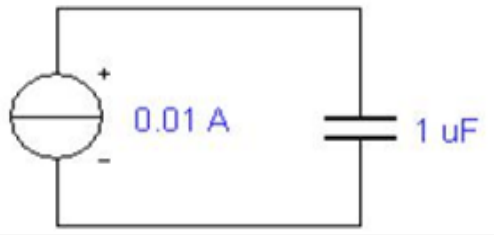

Рисунок 3.5.
9. На рис. 3.5 схема пристрою для зарядки конденсатора від ідеального джерела струму. Які обмеження накладаються на роботу пристрою. Визначити залежність, що існує між струмом та напругою на конденсаторі. Як в часі змінюється напруга на конденсаторі.